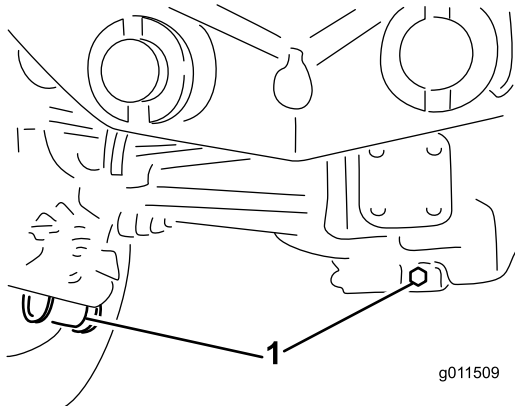

Bild 63
2. Reinigen Sie den Bereich um die drei Ablassschrauben, d. h. jeweils eine an beiden Enden und eine in der Mitte (Bild 63).